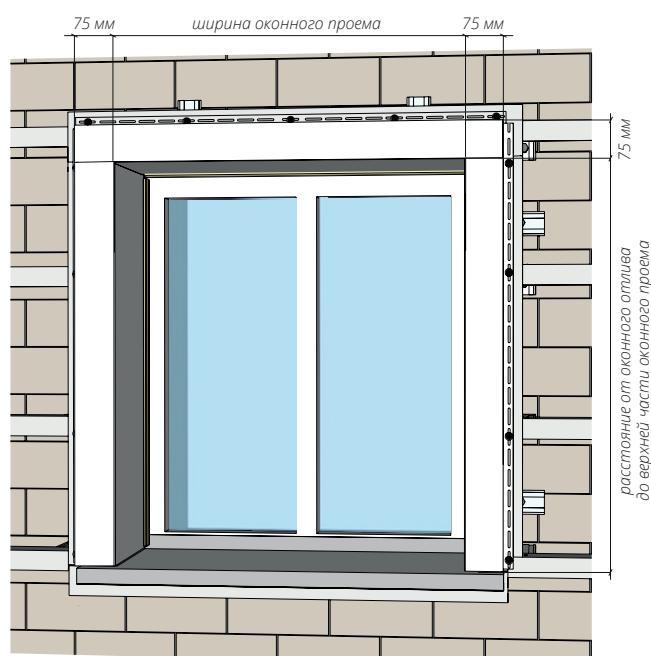

Рисунок 47
- 13.3** Первой монтируется верхняя околооконная планка. Ее размер равен ширине оконного проема +150 мм (рис. 47) (150 мм — это перехлест околооконных планок с левой и правой стороны). Далее монтируются левая и правая околооконная планка. Ее размер равен расстоянию от оконного отлива до верхней части оконного проема +75 мм (рис. 47). Если вы опасаетесь ошибиться в размере околооконной планки, ее можно отрезать немного большего размера. После всех подрезов, загибов, подгона размеров лишнее отрезать.